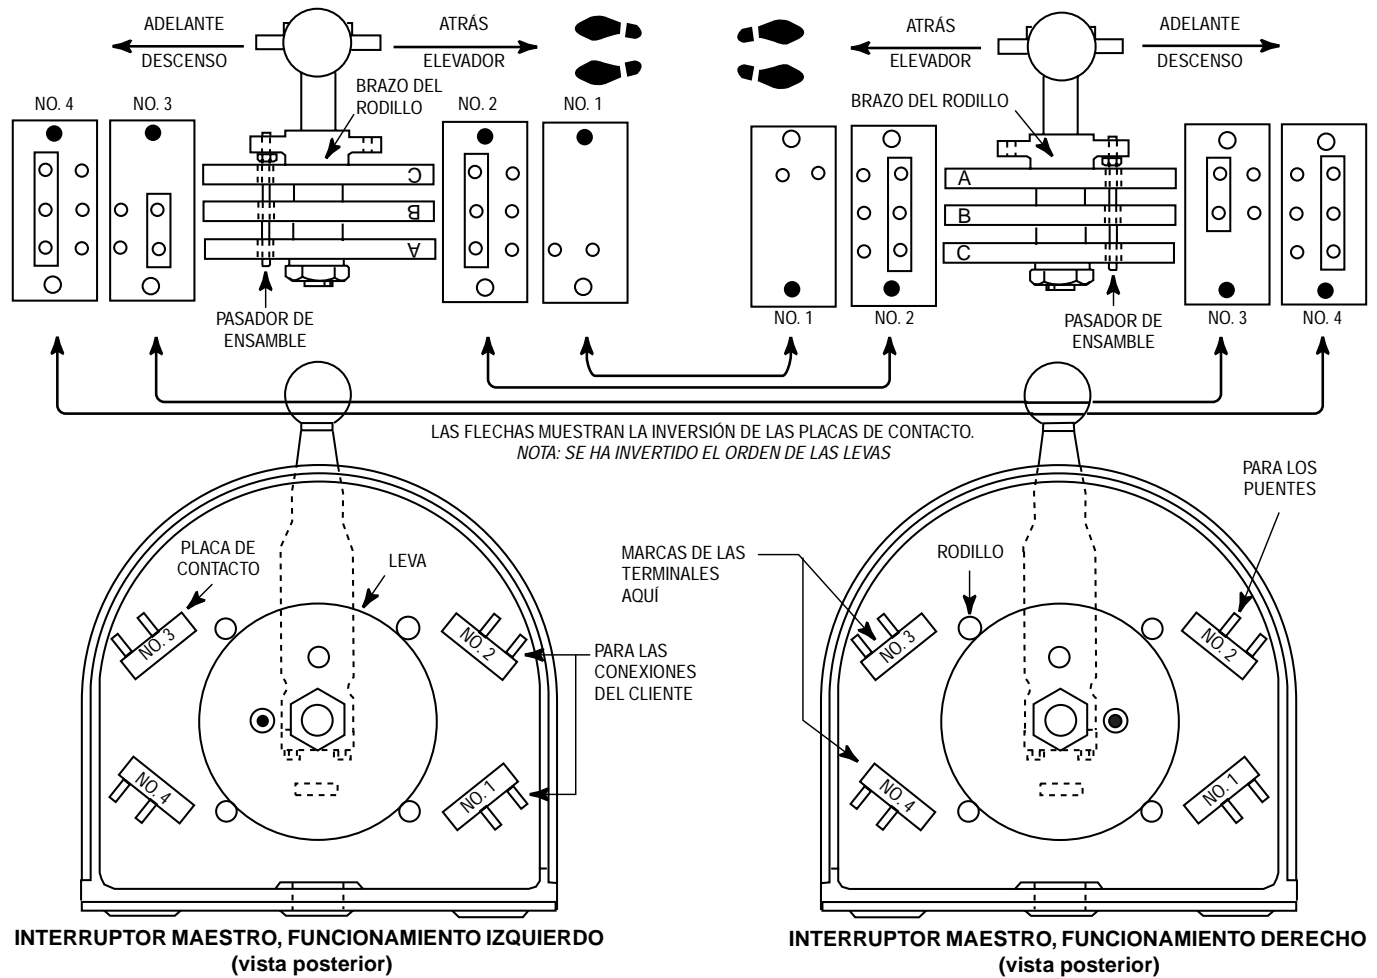

Figura 2: Modificación de maestros para funcionamiento del lado opuesto
Siga estos pasos para cambiar el lado de funcionamiento (figura 2):
1. Marque todos los cables conductores antes de desconectarlos. Luego, numere cada placa de contacto y marque cada leva tal como se muestra en la figura 2.